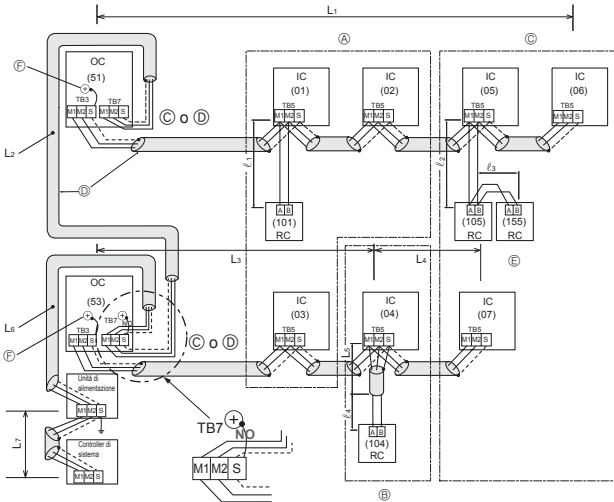

Fig. 6-2
■ M-NET Unità del comando a distanza (Fig. 6-2)